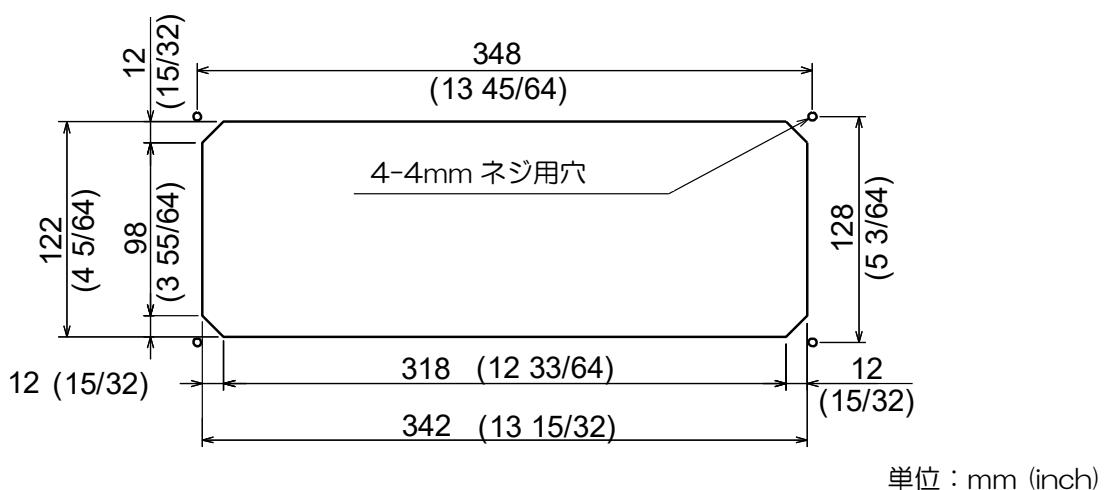

図 3.16 操作部取付け穴加工図
- (1) パネル上の指示機取付け面に図3.16に示す寸法で開口部を加工します。
- (2) 取付け穴位置をマーキングします。